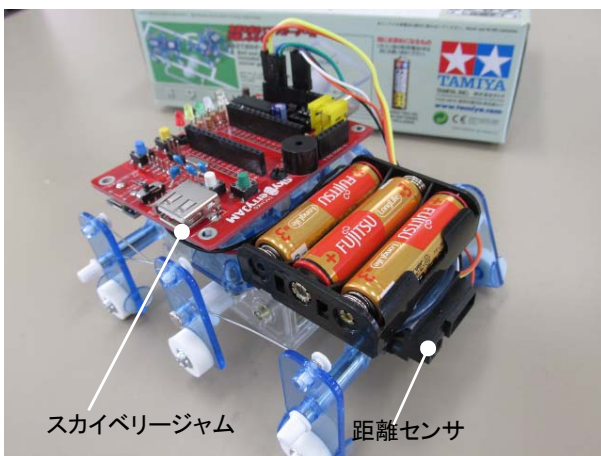

図1 SkyBerryJAM インセクトロボット
今回は、図1のようなタミヤ社製のロボットキットをベースとして、SkyBerryJAM でコントロールできるインセクト(昆虫)ロボットを製作してみましょう。
電池ボックスは、ボディ先頭部（ボディ先端が丸い方）に、両面テープで固定します。（図1参照）
⑤ロボット本体の丸くなっている側の下に、センサを両面テープで固定します。（図1参照）